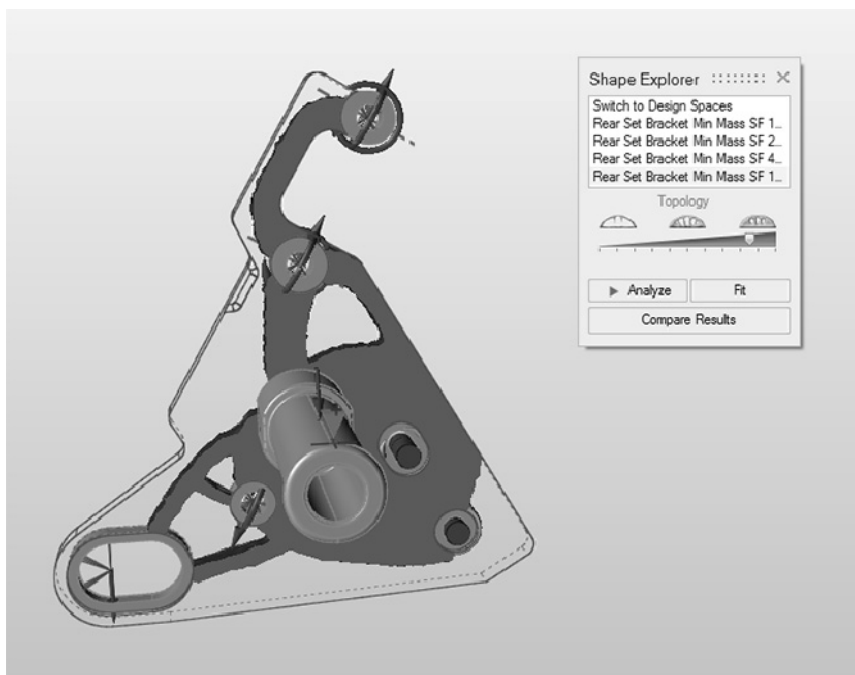

图 7-38
5) 单击并拖曳形状探索器上的拓扑滑块，直到所有设计都完全连接到一点上为止，如图 7-38 所示。